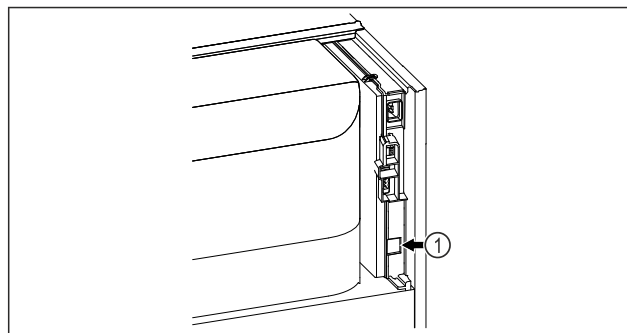

Fig. 134
- SmartModule Fig. 134 (1) è inserito.